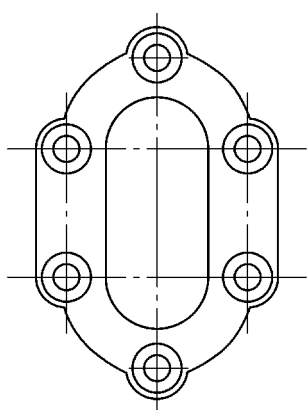

图 12-24 创建块“bgz”（泵盖左视图）
- 1) 创建块“bgz”(泵盖左视图), 以最上方螺孔的圆心为基点, 如图12-24所示。